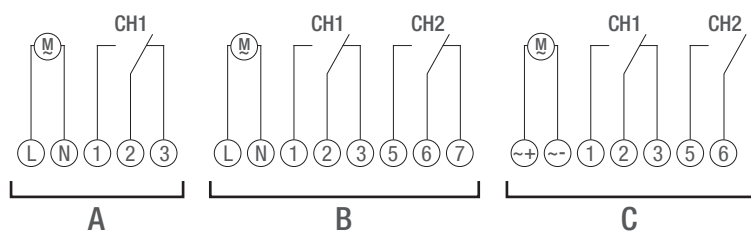

Fig. 5: Kablingsskjema
3. Koble til fordelingstidsuret i henhold til koblingsskjemaet (Fig. 5/A), (Fig. 5/B) eller (Fig. 5/C).